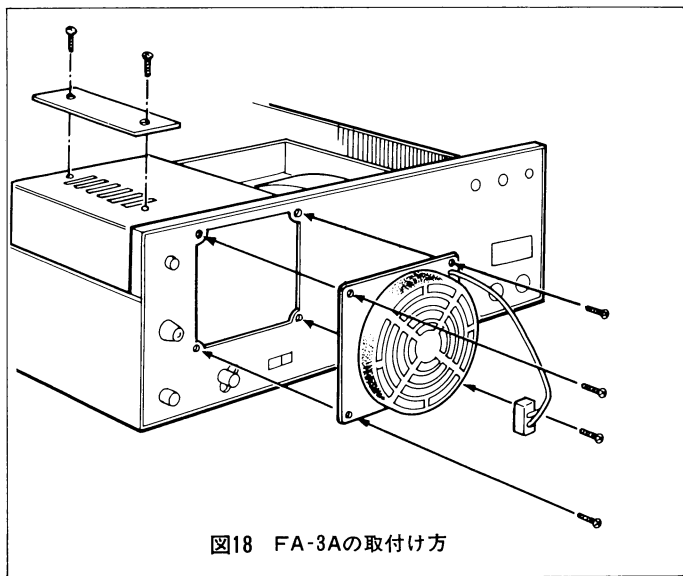

図18 FA-3Aの取付け方
- ① セットの上ブタをとりはずしてください。
- ② ファイナルカバーの風穴に当て板を取付けます。
- ③ 上ブタを元通り取付けます。
- ④ 後面パネルに取付けてあるファイナル保護カバーをはずし、FA-3Aを取付けます。方向を間違えないよう図18のように取付けてください。(ファンコードの位置が図18のようにになるように取付けてください。)
- ⑤ FA-3Aのプラグを後面パネルのFANコンセントにさしこんでください。